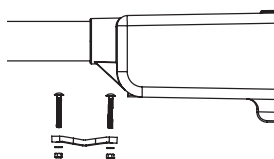

Figura 5
8. Para a montagem da abertura em T, certifique-se de que haja um **Parafuso para Abertura em T** em cada lado da barra transversal. Usando o **Pé sem rosca para abertura em T**, coloque-o sob a barra transversal e insira os dois **Parafusos para Abertura em T** nos furos correspondentes no pé. Usando uma **chave de 13 mm (1/2")**, aperte as **Porcas da Abertura em T** para fixar a unidade na barra transversal, conforme mostrado na **Figura 5**
7. Para a montagem da abertura em T, certifique-se de que haja um **Parafuso para Abertura em T** em cada lado da barra transversal. Usando o **Pé sem rosca para abertura em T**, coloque-o sob a barra transversal e insira os dois **Parafusos para Abertura em T** nos furos correspondentes no pé. Usando uma **chave de 13 mm (1/2")**, aperte as **Porcas da Abertura em T** para fixar a unidade na barra transversal, conforme mostrado na **Figura 5**